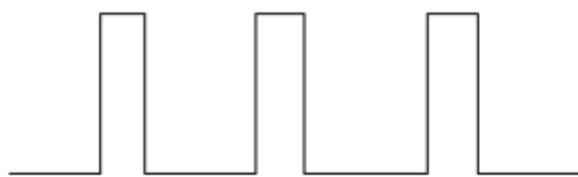
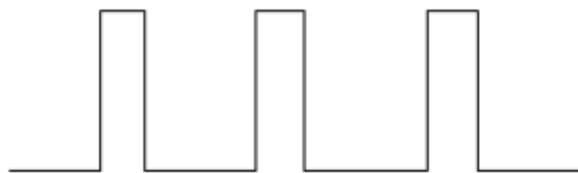

图 10-26 波形示意图
图 10-27 脉宽反转后波形
**脉宽反转:** 将 PWM 脉冲高电平变为低电平，相应的低电平变为高电平并将其偏移相应的相位角，以满足 PWM 低电平有效 Q 驱动器要求。其波形示意图如下图 10-26，图 10-27 所示